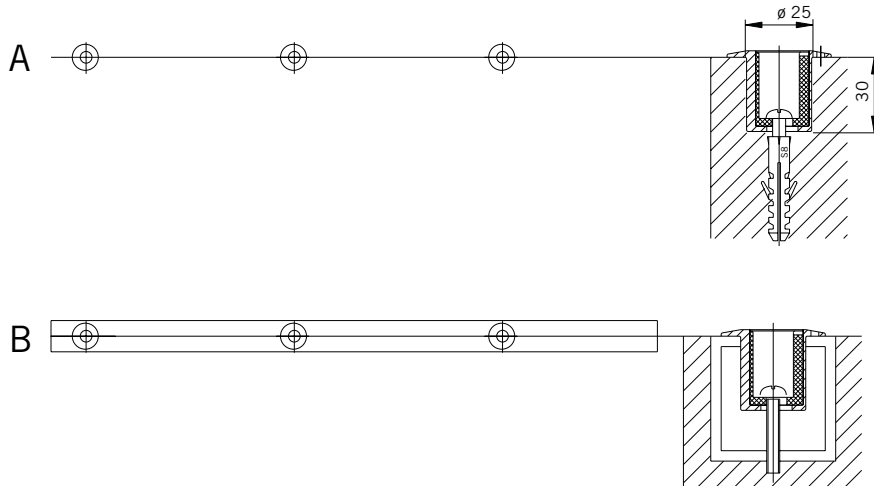

Bild 13
- B** Exzenterbuchse in durchgehendes Rohr eingelassen. **(Bild 13)**